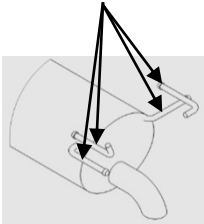

Figura 4
- Doblar las puntas del colgante del escape ½" hacia abajo para despeje adicional del silenciador (Figura 4). Reemplazar el escape al instalar los aisladores de goma en las puntas del colgante del escape.
8. Doblar las puntas del colgante del escape 1/2" hacia abajo para despeje adicional del silenciador (Figura 4). Reemplazar el escape al instalar los aisladores de goma en las puntas del colgante del escape.